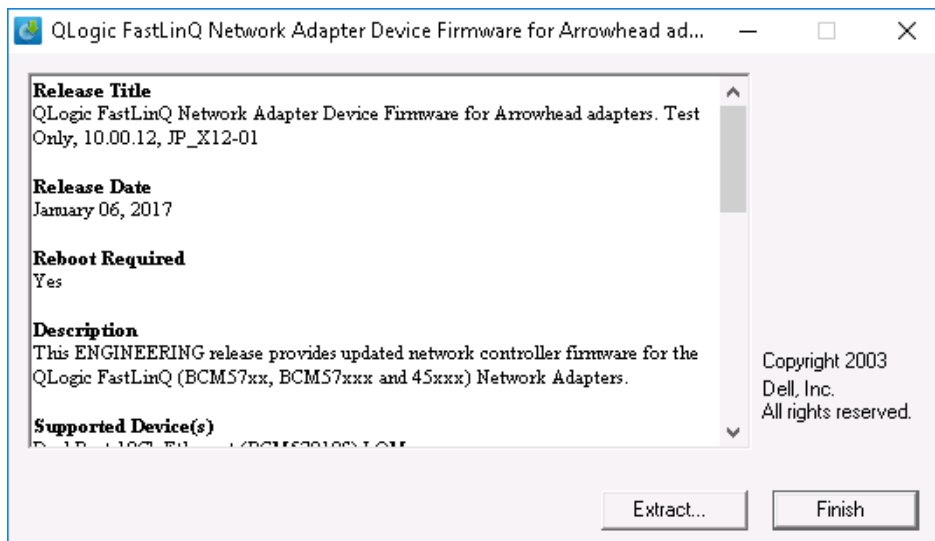

Figure 4-4. Progiciel de mise à jour Dell : Terminer l'installation
4. Cliquez sur **Finish** (Terminer) pour terminer l'installation, tel qu'illustré à la Figure 4-4.